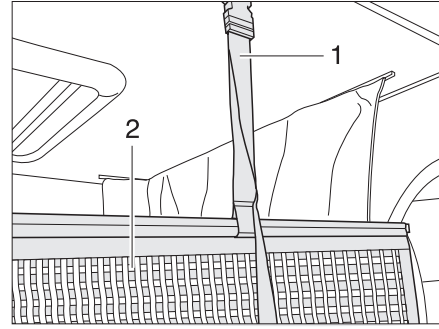

Fig. 97 Soporte red de seguridad
La red de seguridad (Fig. 97,2) con los cinturones de sujeción está guardada debajo del colchón. Tender la red de seguridad cuando las personas ya se encuentren en la cama elevada.
- Engatillar los cinturones de sujeción (Fig. 97,1) en los soportes en el techo.